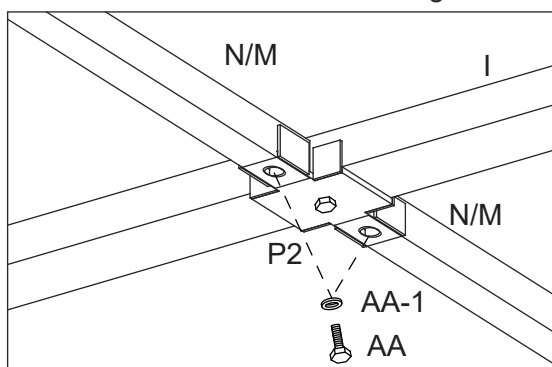

Figure 9-3
9.3 . Fixer les supports horizontaux du toit (N, M) au connecteur (P2) à l'aide des boulons (AA) et de la rondelle (AA-1). rondelle (AA-1). Voir figure 9-3.